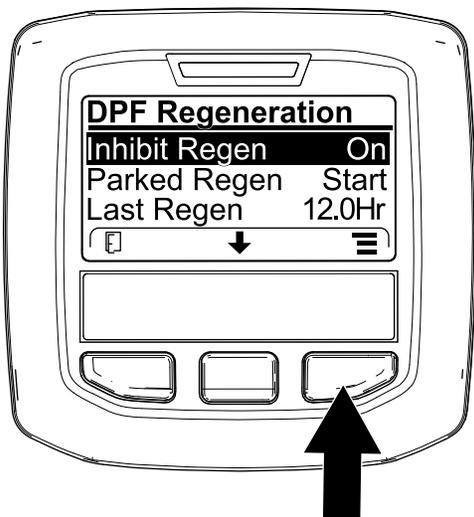
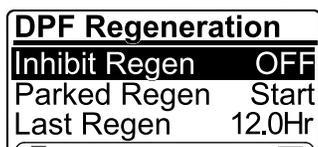

Figura 43
Figura 44
1. Accedete al menu DPF Regeneration, premete il pulsante centrale per scorrere il menu verso il basso fino all'opzione INHIBIT REGEN, quindi premete il pulsante destro per selezionare la voce Inhibit Regen (Figura 43).
2. Premete il pulsante destro per modificare l'impostazione dell'inibizione della rigenerazione da accensione a spegnimento (Figura 43) o da spegnimento ad accensione (Figura 44).